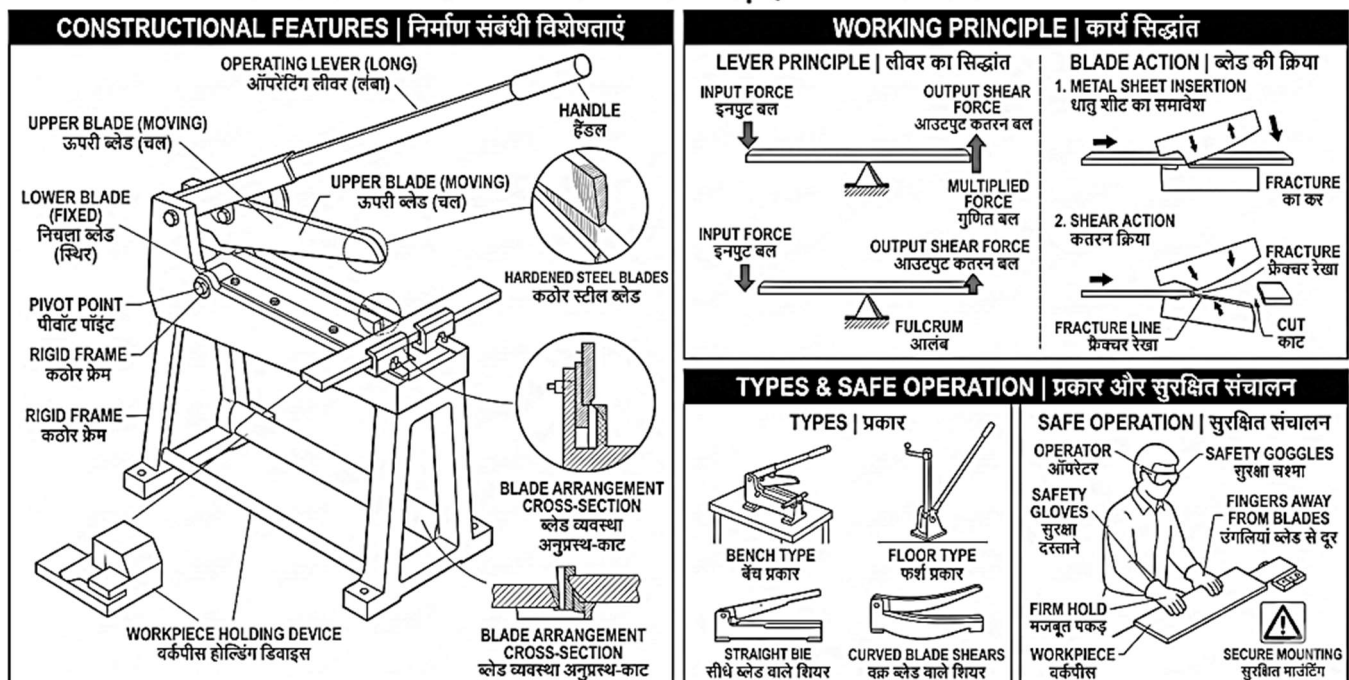

Fig. 3.3: Hand Lever Shears for Sheet Metal Cutting | शीट मेटल कटिंग के लिए हैंड लीवर शीयर
3.3.1 Introduction (Fig. 3.3)
3.3.1 परिचय (Fig. 3.3)